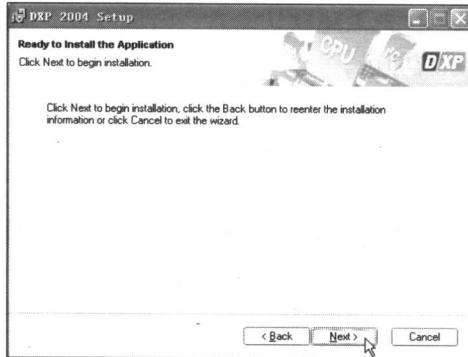

图 1-9 安装向导第 5 步
■步骤 11：在该对话框中单击 **Browse** 按钮，在弹出的对话框中选择 Protel DXP 2004 安装的路径，或选择系统默认的安装路径，然后单击 **Next >** 按钮，进入下一步的安装，如图 1-9 所示。